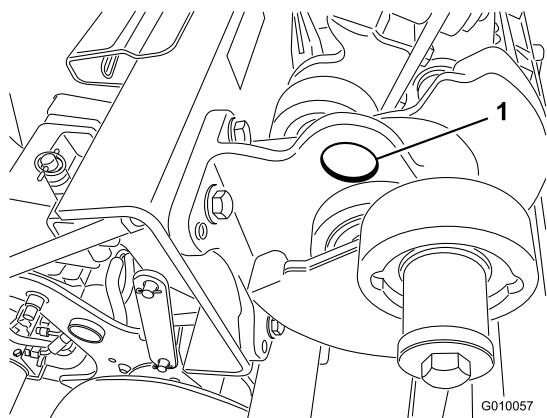

Figura 42
**Nota:** Si está disponible, puede utilizarse un polipasto para elevar la parte trasera de la máquina. Utilice los ojales de los alojamientos de los cojinetes del cabezal de perforación como puntos de enganche del polipasto (Figura 42).